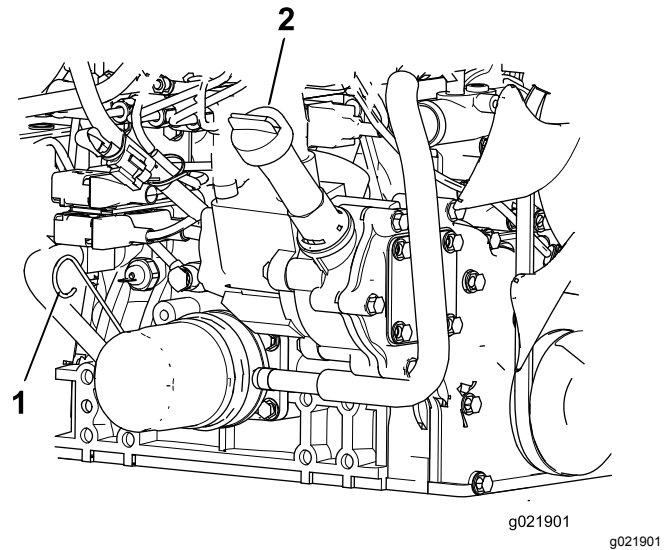

Bild 85
3. Entfernen Sie den Peilstab, wischen ihn ab und führen ihn wieder in das Rohr ein; ziehen Sie ihn dann wieder heraus. Der Ölstand sollte zwischen der NACHFÜLL- und VOLL-Markierung sein (Bild 85).
4. Wenn der Ölstand niedrig ist, entfernen Sie den Einfülldeckel und füllen Sie Öl ein, bis der Stand zwischen der VOLL- und NACHFÜLL-Markierung liegt (Bild 85).